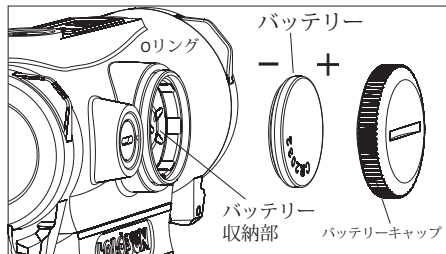

図3
3. バッテリーの取り付けおよび交換については、図3を参照してください。**バッテリー交換（図3-1）：**